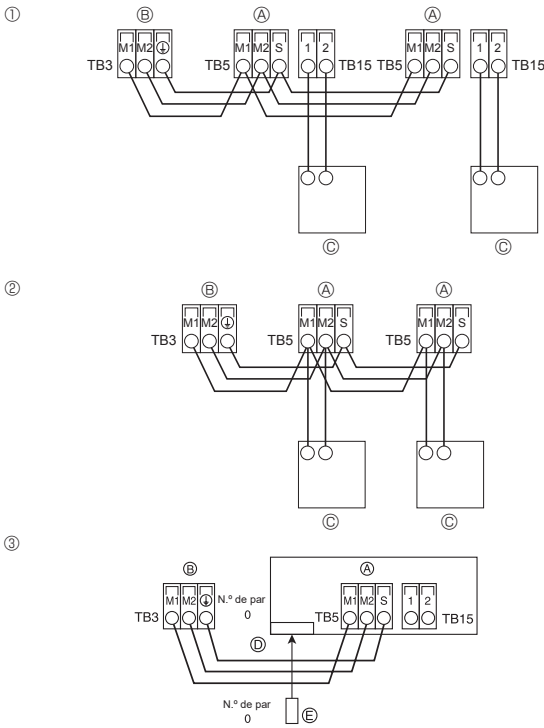

Fig. 6-3
6.4. Conexión de los cables de transmisión del mando a distancia y de las unidades exterior e interior (Fig. 6-3)
① Mando a distancia MA
② Mando a distancia M-NET
③ Controlador remoto inalámbrico